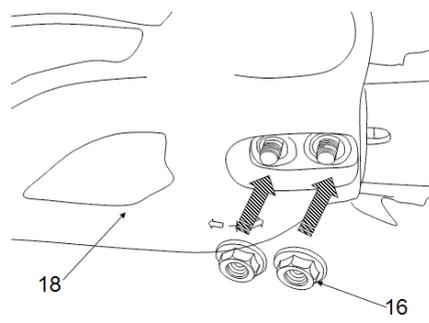

Fig. 9
9. Remplacez le carter (18). Fixez-le à l'aide des écrous de fixation (16) (Fig. 9).
- 4) Relevez la pointe du guide (13) et serrez l'écrou de fixation arrière (16) suivi de l'écrou de fixation avant (16) (Fig. 9).
- 5) Tirez la chaîne manuellement (14) le long de la partie supérieure du guide (13) d'un bout à l'autre, à plusieurs reprises. La chaîne doit être serrée tout en